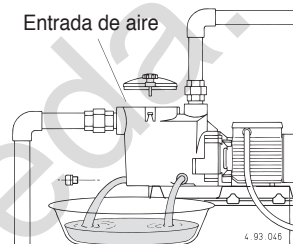

Fig. 4 Descarga
**Si la bomba permanece parada por períodos largos o si existe el peligro de heladas, se debe vaciar completamente el cuerpo de la bomba soltando los dos tapones con sus juntas tóricas reutilizables (fig. 4).**
Antes del desmontaje vaciar la bomba (ver **fig. 4 y capítulo 13.**). Para desmontar y montar la bomba observar la construcción en el plano de sección (**capítulo 15.**).